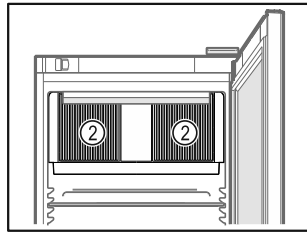

Fig. 57
- Păstrați libere fantele de ventilație Fig. 57 (2) ale suflantei de recirculare a aerului din interior.